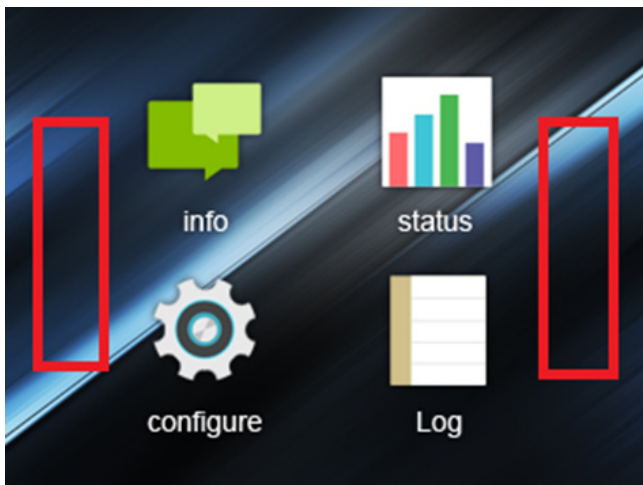

图 3
- 1、点击主页面，切换到图 3 页面，然后快速（4s 内）点击 LCM 模块非触摸区域 20 次以上（点击 图 3 任意一个红色方框区域）。